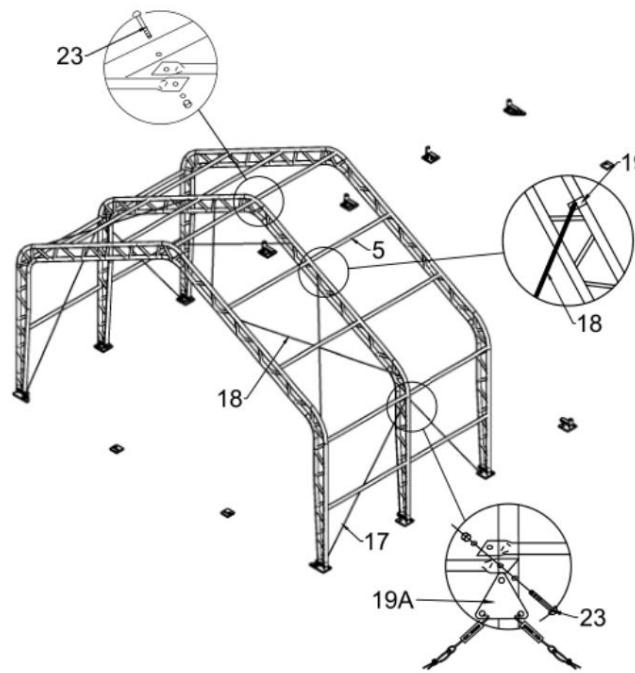

Figure 5
3. Connectez la panne (n° 5) à l'arche en utilisant un boulon de carrosserie 10x80 mm (n° 23) tour à tour (voir figure 5), puis connectez le fil d'acier (n° 17 et n° 18) sur le côté et le dessus en utilisant le clip (n° 19) et le fer d'angle (n° 19A) à l'arche. (voir figure 5)